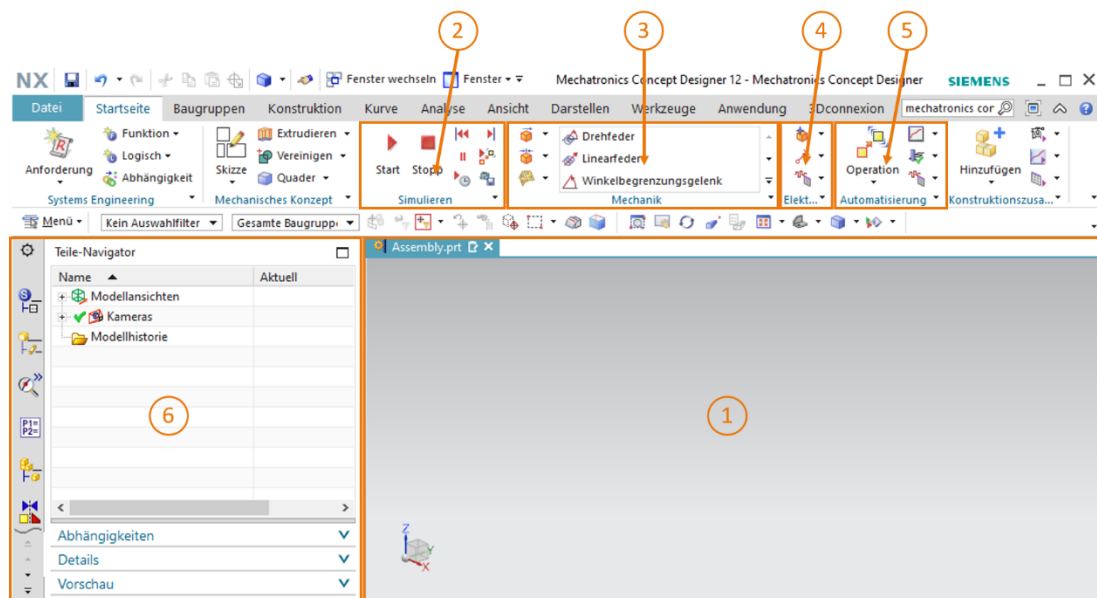

Abbildung 2: Anwendung "Mechatronics Concept Designer" in NX mit Kennzeichnungen für Erläuterungen der Bereiche im Text
Die Arbeitsoberfläche von Mechatronics Concept Designer ist in Abbildung 2 dargestellt. Zum Öffnen dieser Anwendung suchen Sie über die bereits bekannte Befehlsuche am oberen rechten Bildschirmteil nach der Anwendung "Mechatronics Concept Designer".
- Im zentralen Bildschirm (siehe Abbildung 2, Bereich 1) befindet sich wieder die dreidimensionale Arbeitsoberfläche. Hier lassen sich beispielsweise Flächen von Modellen selektieren für das Zuordnen von dynamischen Eigenschaften.
- In einem mittleren Teil der Menüleiste (siehe Abbildung 2, Bereich 2) können Sie die Simulation Ihres Modells in der Anwendung steuern.
- In einem weiteren mittleren Teil der Menüleiste (siehe Abbildung 2, Bereich 3) sind alle dynamischen Eigenschaften von Mechatronics Concept Designer aus dem Bereich der Mechanik aufgelistet. Dazu zählen unter anderem Starr- und Kollisionskörper, welche in Kapitel 4.2.1 näher erläutert werden.
- Die dynamischen Eigenschaften aus dem Bereich der Elektrik finden Sie in der Menüleiste direkt neben den dynamischen Eigenschaften der Mechanik (siehe Abbildung 2, Bereich 4). Hier werden hauptsächlich Sensoren und Regelungen aufgeführt. Die hiervon relevanten Eigenschaften für dieses Modul werden in Kapitel 4.2.2 beschrieben.
- Die dynamischen Eigenschaften aus dem Bereich der Automatisierung sind ebenfalls in der Menüleiste gelistet (siehe Abbildung 2, Bereich 5). Zu diesen Eigenschaften zählen Bewegungsprofile oder auch Signalzuordnungen für eine Steuerung durch externe Programme, wie beispielsweise PLCSIM Advanced. Diese Funktionalitäten finden in diesem Modul keine Verwendung.
- Über die Ressourcenleiste auf dem linken Bildschirmteil (siehe Abbildung 2, Bereich 6) können Sie unter anderem den Physik-Navigator aufrufen, womit sich alle physikalischen Eigenschaften einer Baugruppe oder eines Modells anzeigen lassen. Außerdem kann man über die Laufzeitüberwachung bei einer gestarteten Simulation Werte der physikalischen Eigenschaften ändern. Die Laufzeitüberwachung wird in Kapitel 4.3 erläutert.